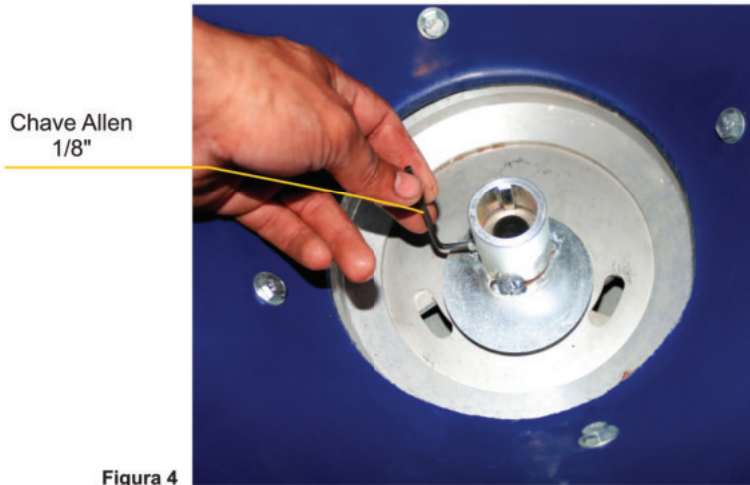

Figura 4
4 - Para acoplar o cardan no trator, verifique se as posições das luvas cardans estão na posição correta conforme a figura 4 da página anterior, para evitar possíveis vibrações e o desgaste prematuro das cruzetas.
9.2 - Retirar o agitador soltando o parafuso com a chave Allen 1/8" que o mantém fixo, Figura 4;